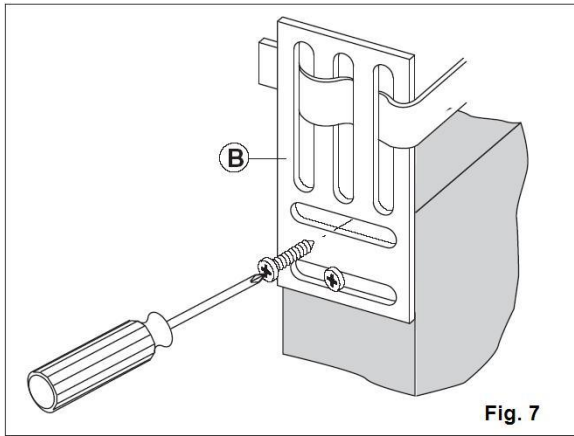

Fig. 7
5.4 (Fig. 7) Monter festebrakettene (B) på dørbladet.
5.8 Stram drivremmen og fest den på braketten i forkant av dørbladet (Fig. 7).